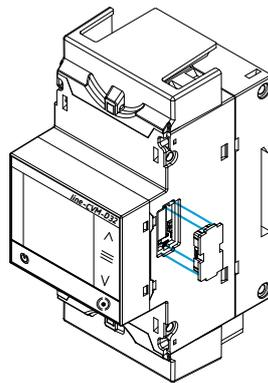

Figure 3: Installation étape 1.
1.- Retirez les capuchons de protection du connecteur d'extension, situés sur le côté de l'appareil, avec un tournevis plat (Figure 3).